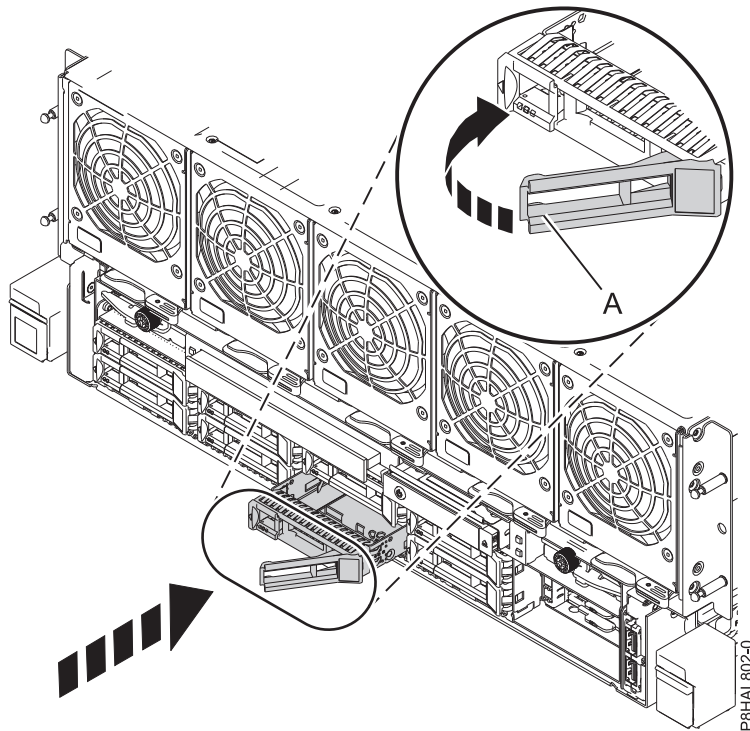

Abbildung 19. Plattenlaufwerke wiedereinbauen
- a. Entriegeln Sie den Griff (A) des Laufwerks, indem Sie ihn zusammendrücken und zu sich hin nach außen ziehen. Wird der Griff nicht ganz nach außen gezogen, lässt sich das Laufwerk nicht in das System einschieben.
- c. Schieben Sie das Laufwerk ganz in das System ein und verriegeln Sie es dann, indem Sie den Griff des Laufwerks (A) eindrücken, bis er einrastet. Siehe Abb. 19 auf Seite 17.